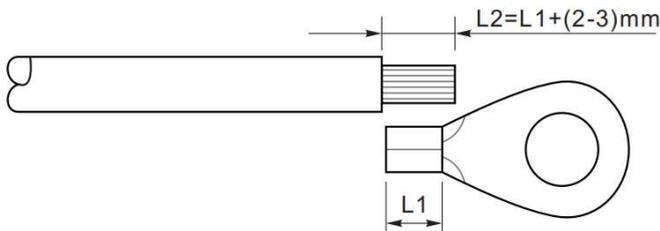

Figura 5-2 Instrução de conexão do aterramento (1)
Passo 1: Remova a capa isolante sobre um comprimento apropriado usando decapador, como ilustrado na figura 5-2.